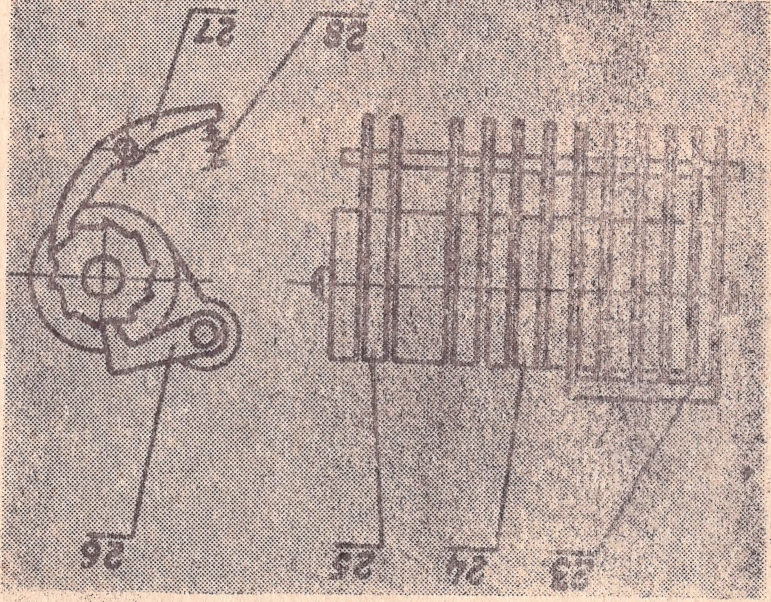

Рис. 3
4.2. Блок нумератора поз. 4 (рис. 1) состоит из корпуса, на котором смонтированы: механизм перевода индекса 5, пластина 7 с подушкой для краски, пять колес порядкового номера 23 (рис. 3), два колеса индекса 24, пять колес даты 25.
Перевод порядкового номера осуществляется автоматически при помощи гребенки 26, приводимой в движение рычагом 6 (см. рис. 1). Все колеса нумератора фиксируются собачками 27 (см. рис. 3), расположенными в нижней части корпуса, прижим которых обеспечивается пружинами 28.